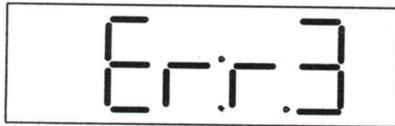

Figura 18 Pantalla de encendido inicial
- Aparecerá Err 3 hasta que el árbol de levas regrese a la posición HOME (Figura 18 Pantalla de encendido inicial).